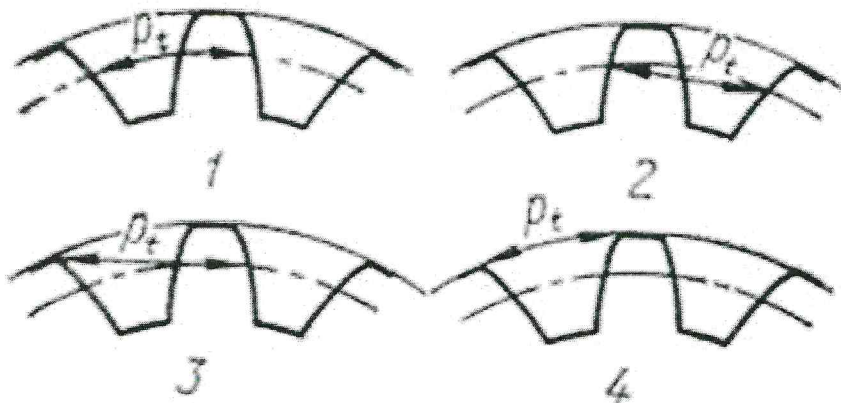

Рис. 1
25. На каком рисунке правильно показан шаг зацепления (рис.1)?